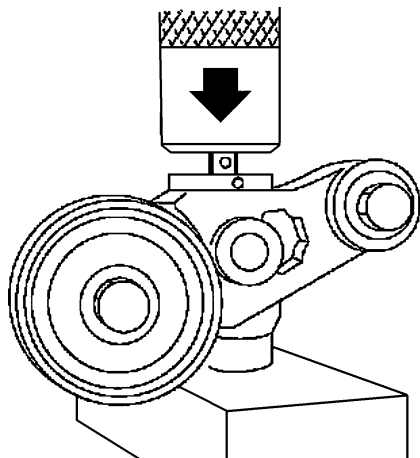

图 27-41 按压调节杆
① 把正时带张紧度自动调节器总成连接到垂直型挤压工具上。
② 如图 27-41 所示，用 294N 或更大的力慢慢压下调节杆，直至调节杆对准缸体上的限位销孔。